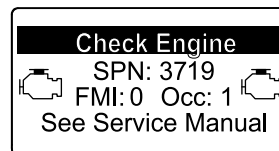

Figure 55
- Si une régénération d'urgence est nécessaire, l'InfoCenter affiche l'avertissement moteur SPN 3719, FMI 16 (Figure 55) et le calculateur moteur réduit la puissance du moteur à 85 %.